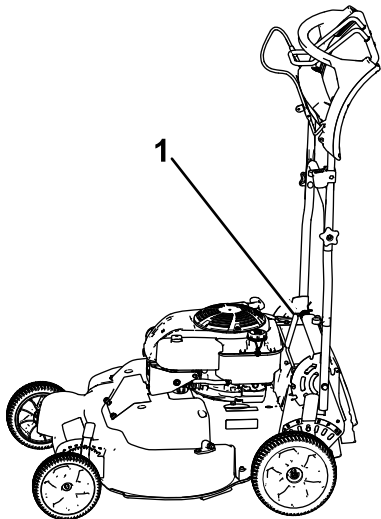

Figura 38
1. Bloqueie a pega na posição vertical (Figura 38); consulte Ajuste da altura da pega \(página 12\).